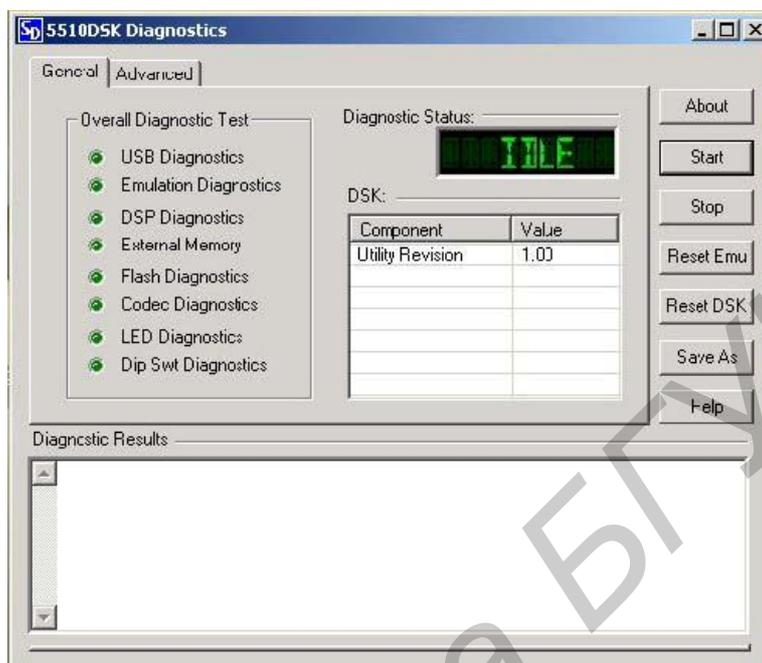

Рис. 3.11. Диалоговое окно утилиты диагностики стартового модуля DSK
3. Запуск утилиты диагностики DSK 5510. 5510 DSK Diagnostic применяется для тестирования и диагностики составных частей стартового набора, внешний вид утилиты показан на рис. 3.11.